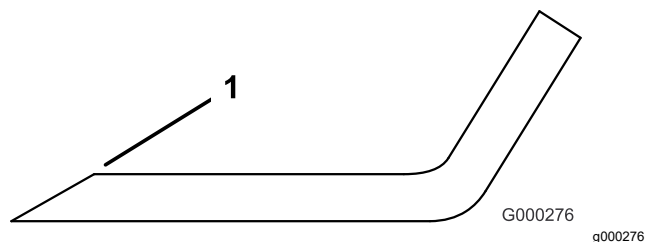

图 27
4. 检查所有刀片的刀刃如果已经变钝或出现裂口应打磨刀刃图 27。
**注意** 仅打磨刀刃的边缘并保持最初的切割角度以保证锋利度图 27。如果从两片刀刃上磨掉相同量的金属刀片会保持平衡。